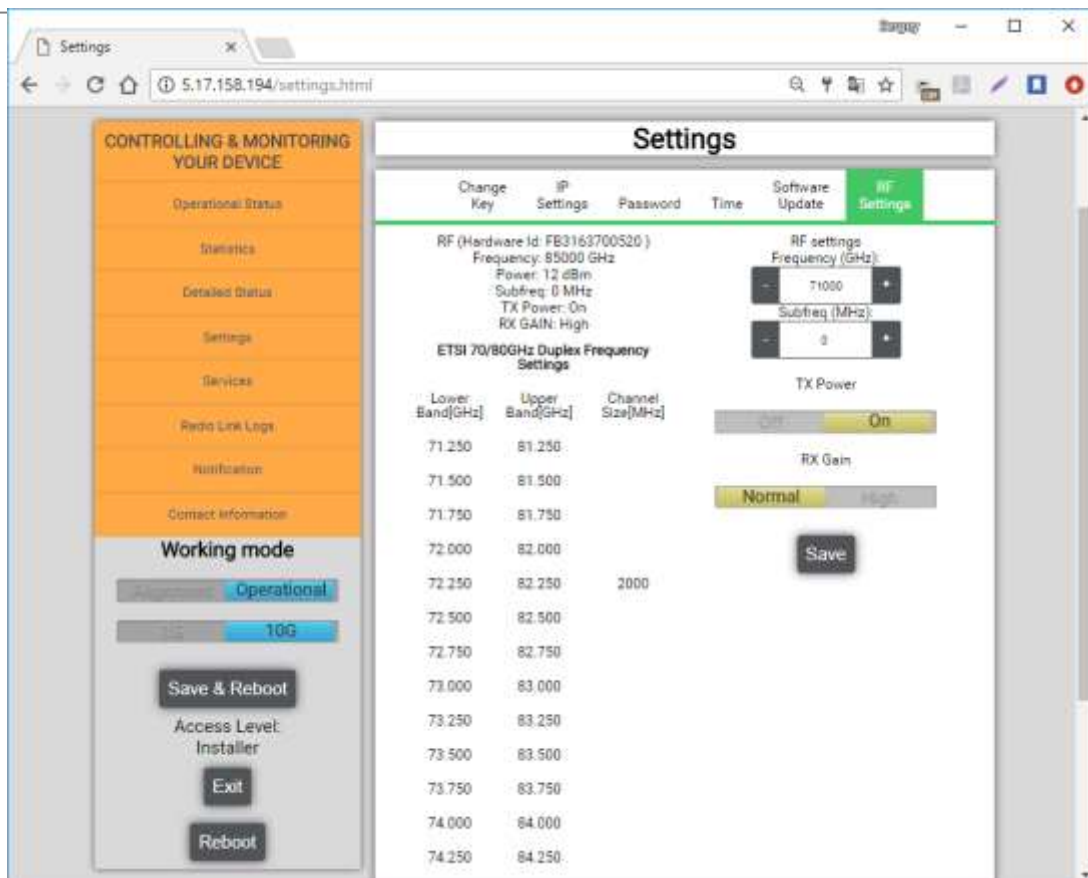

Рис. 6.8
- На вкладке **RF Tuning** (рис. 6.8) возможно настроить частоту, мощность передатчика или временно отключить передатчик для проведения работ в зоне его действия: